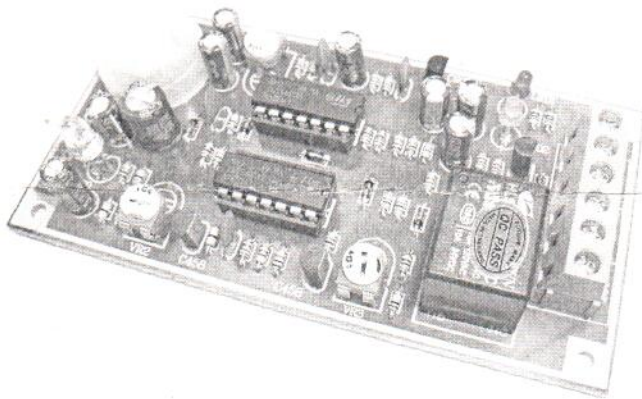
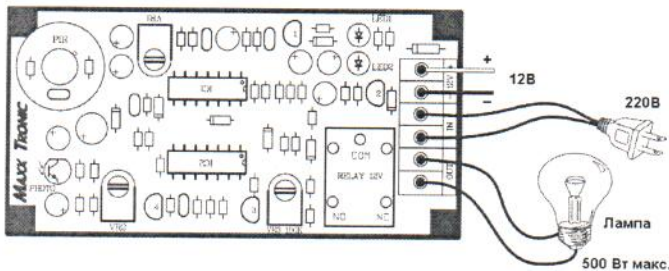

Рис.1 Общий вид устройства
Рис. 2. Монтажная схема
Общий вид устройства представлен на рис.1, монтажная схема – рис.2.
1. Подключите питание 12В, соблюдая полярность, указанную на рис.2. и на печатной плате.